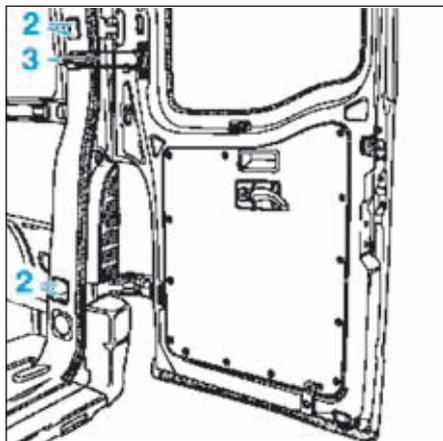

FIG.148
- Déposer les vis de fixation (2) (Fig.148) des charnières de porte.
- Avant de remonter les vis de fixation (2) (Fig.148), s'assurer de la présence des entretoises métalliques logées entre le pied et les têtes de vis.